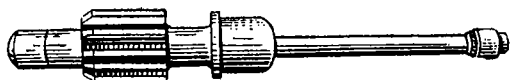

Рис. 89. Оправка О-141 для проверки установки вала масляного насоса и центровки ведомого диска при монтаже сцепления
6. Оправка О-141 (рис. 89) для проверки установки вала масляного насоса и центровки ведомого диска при монтаже сцепления.